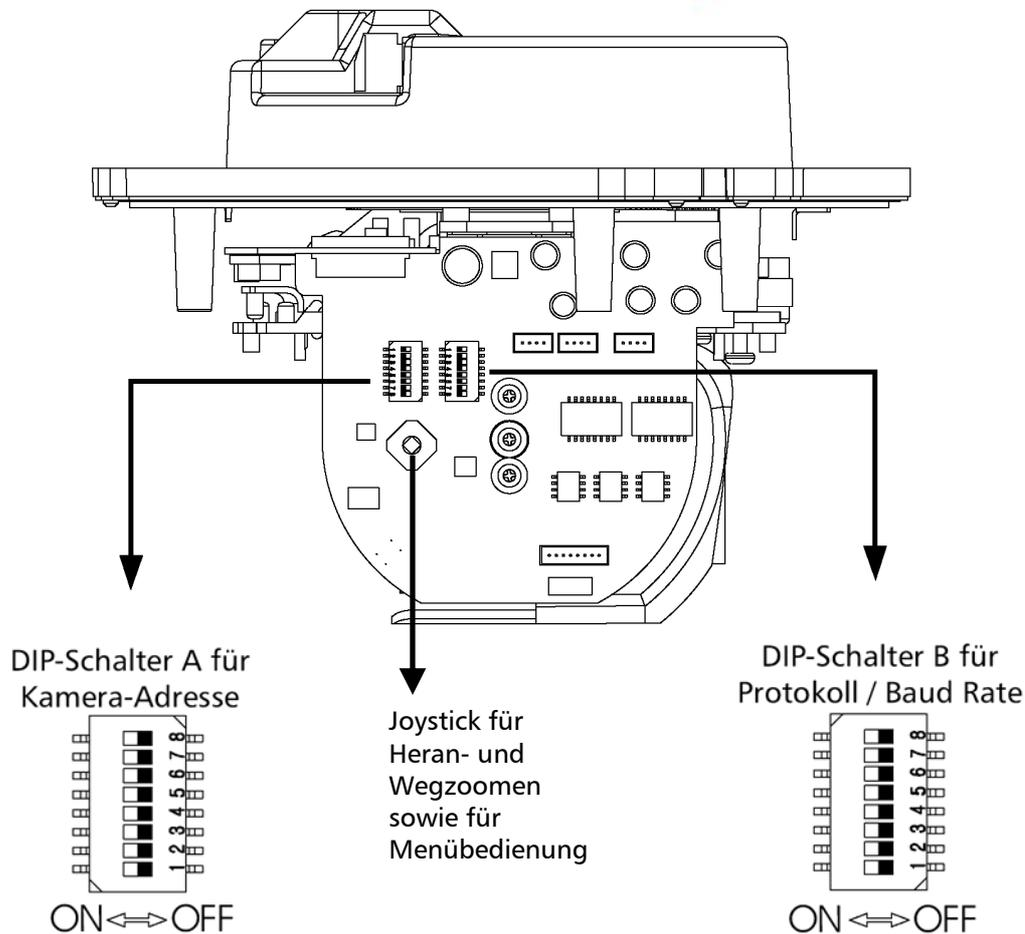

Abb. 7
- Auf der senkrecht zum Mittelteil stehenden Platine sind zwei acht-stellige DIP Schalter sichtbar (s. Abb. 7). Entfernen Sie ggf. die orangefarbenen Folien auf den DIP- Schaltern.